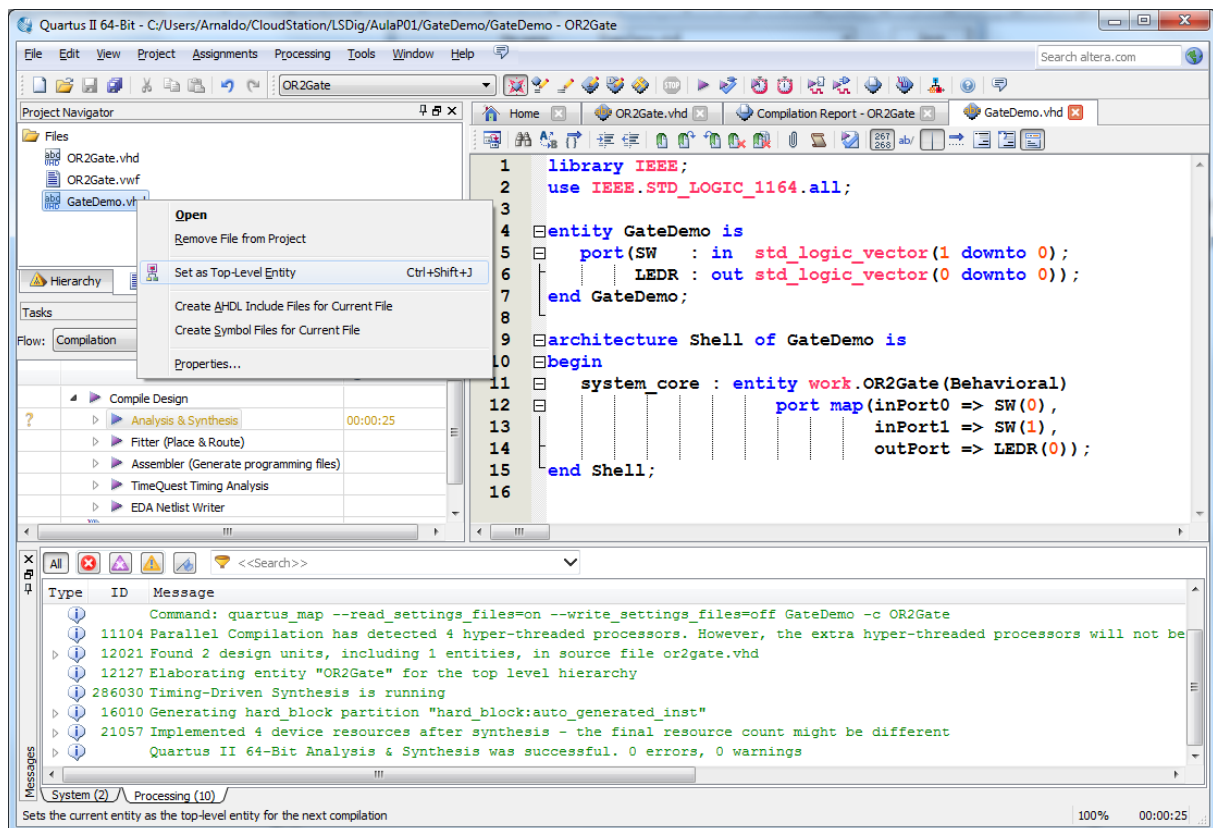

Figura 21 – Alteração do módulo *top level* para o “GateDemo.vhd”.
16. Altere o ficheiro “Top Level” do projeto (ficheiro “principal” que inclui todos os outros e portanto está no nível hierárquico mais elevado do projeto) de acordo com a Figura 21. O “Top Level” deixa de ser o “OR2Gate.vhd” e passa a ser o “GateDemo.vhd”.